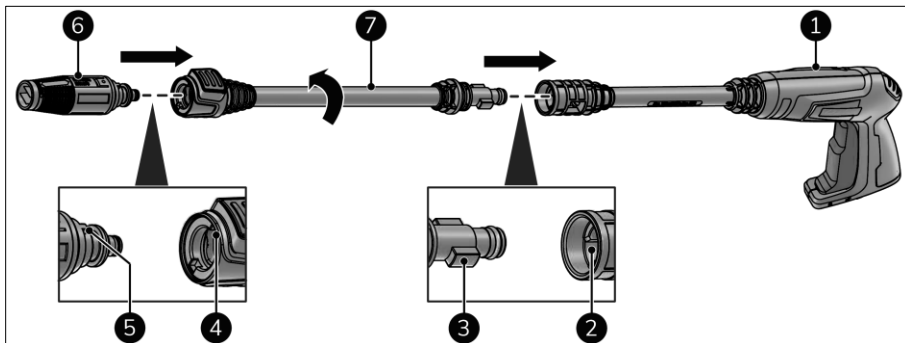

Figure 11
1. Faites coïncider le rebord de la buse (figure 11, pos. 5) avec la rainure de la rallonge de la lance (figure 11, pos. 4).
2. Insérez la buse (figure 11, pos. 6) dans la rallonge de la lance (figure 11, pos. 7).
4. Faites coïncider le rebord de la rallonge de la lance (figure 11, pos. 3) avec la rainure dans le pistolet à jet (figure 11, pos. 2).
5. Insérez la rallonge de la lance (figure 11, pos. 7) dans le pistolet à jet (figure 11, pos. 1).